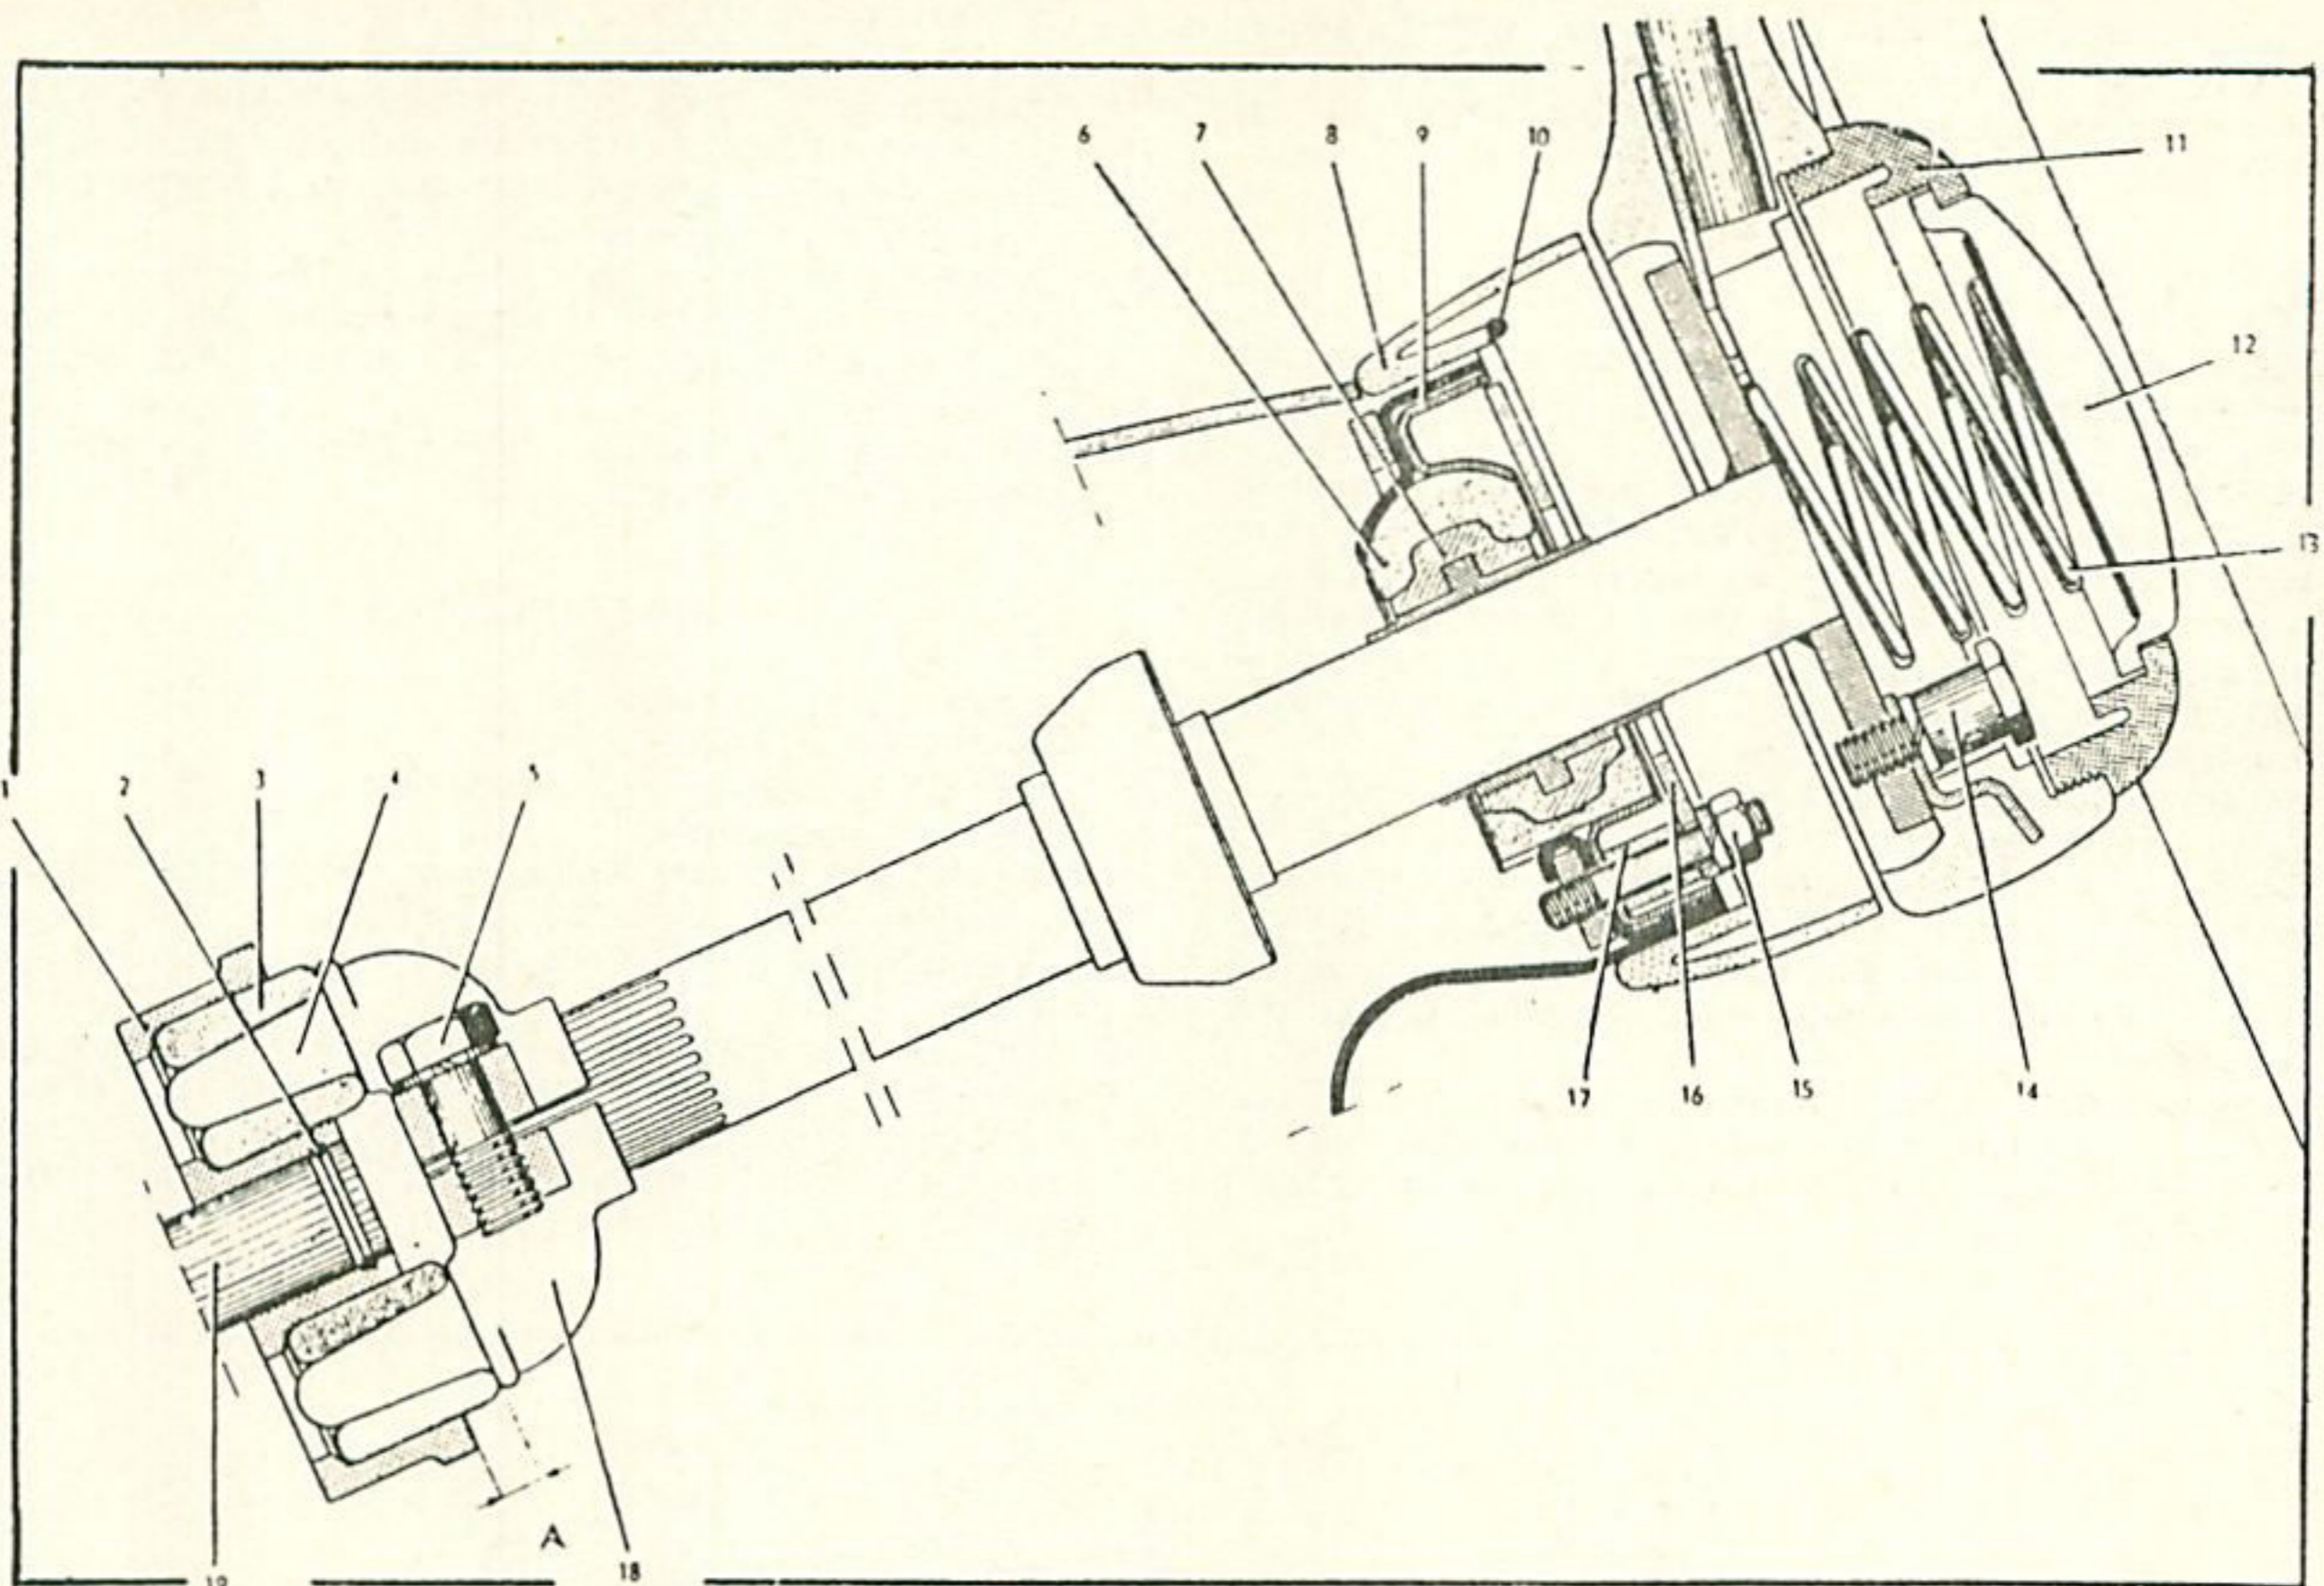

Fig. 43. — MONTAGE DE LA COMMANDE DE DIRECTION
- Déposer le capuchon percé (11) du volant (l'écusson DYNA (12) et le ressort (13) viennent avec).
- Retirer les trois vis (14) de fixation du volant sur l'embase du tube de direction, ainsi que leurs rondelles (fig. 43).
- Enlever la bague inférieure (8), après avoir exercé une légère pression sur le ressort (10).
- Déposer les trois écrous de fixation (15) de la plaquette (16) et leurs rondelles.
- — Sortir la plaquette (16) et déposer les trois entretoises (17).
- Faire glisser la collerette mobile (9), jusqu'à l'embase du tube de direction.
- Desserrer la vis (5) de serrage du toc d'entraînement.